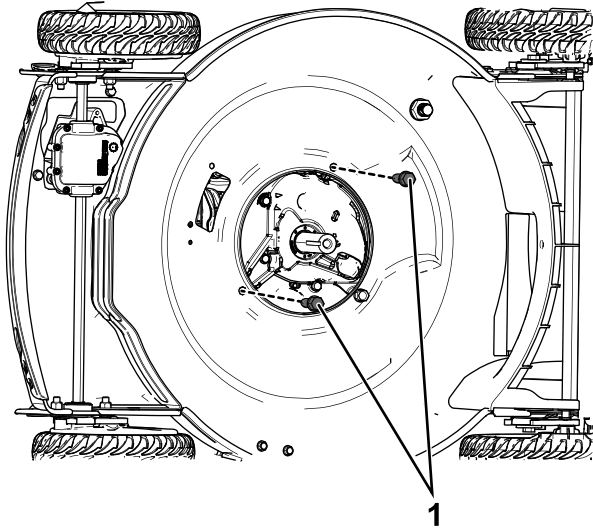

Figure 5
1. Montez les 2 boulons de support du moteur ($\frac{3}{8}$ " x 1") et serrez-les à 46 N·m ; voir Figure 5.